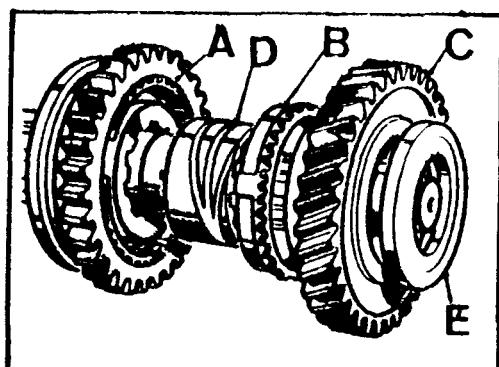

Fig. C-104 Extremo trasero del eje principal
3.3.1. Montar en el eje, el sincronizador de primera y segunda, A (Fig. C-104) con la canal de alojamiento de la horquilla hacia el engranaje de segunda y el cono, B.
3.3.2. Montar el engranaje de primera, C (Fig. C-104), y el casquillo de bronce, D, el cual debe quedar situado con la canal circular de engrase hacia la parte trasera del eje; es decir, de manera que coincida con los dos orificios de engrase que el engranaje de primera lleva en el interior.
3.3.3. Situar la arandela de empuje, E (Fig. C-104) con las ranuras de engrase hacia el engranaje de primera velocidad.